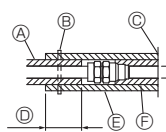

Fig. 4-1
3. Zorg ervoor isolatie toe te voegen aan de waterleidingen door de waterleidingen apart te bekleden met hittebestendige polyethyleen van voldoende dikte, zodat er geen ruimte wordt waargenomen tussen het binnenapparaat en het isolatiemateriaal, en tussen het isolatiemateriaal zelf. Wanneer de isolatie onvoldoende is, bestaat er kans op condensatie enz. Bijzondere aandacht dient te worden besteed aan de isolatie van het plafond van de tussenruimte. [Fig.4-1]